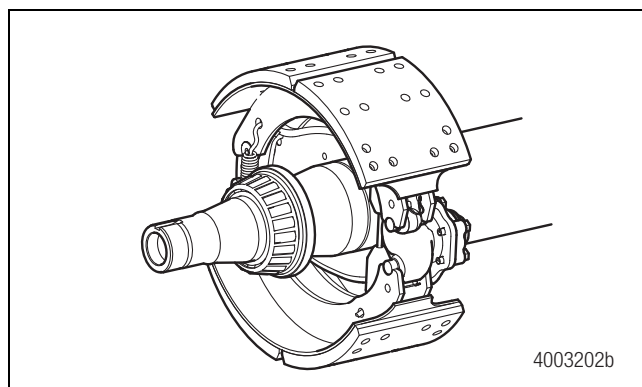

Figura 5.10
- C. Instale el cono de cojinete interior sobre la espiga. Si se pierde la alineación, golpee ligeramente por la parte áspera del tubo de eje, con ayuda de un martillo, para generar vibraciones que ayuden a realinearlo en la espiga y facilitar así la instalación. Figura 5.10.